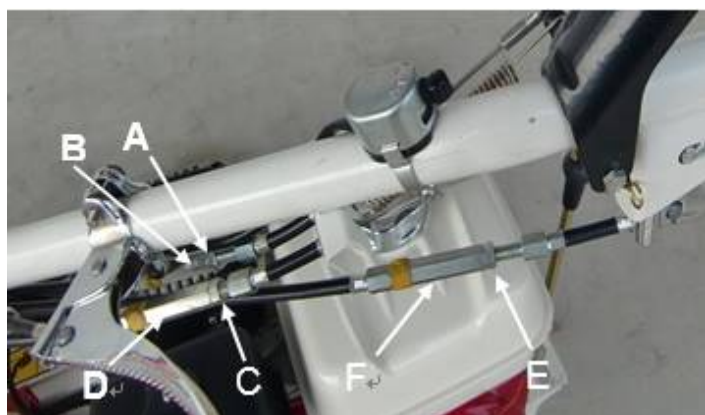

Figure 18
- Si la machine ne s'arrête pas lorsque le levier d'embrayage est relâché, réglez le câble de tension comme suit : dévissez la vis de blocage (A, Figure 18) et dévissez l'écrou (B, Figure 18). Essayez à nouveau la machine. Effectuez à nouveau le réglage si nécessaire. Une fois le réglage effectué, vissez la vis de blocage (A, Figure 18) sur l'écrou (B, Figure 18).
- Si la machine ne bouge pas lorsque vous activez le levier d'embrayage, réglez le câble de tension comme suit : dévissez la vis de blocage (C, Figure 18) et dévissez l'écrou (D, Figure 18). Essayez à nouveau la machine. Effectuez à nouveau le réglage si nécessaire. Une fois le réglage effectué, vissez la vis de blocage (C, Figure 18) sur l'écrou (D, Figure 18).
- Dévissez le contre-écrou (E, figures 18 et 19).
- Vissez ou dévissez les écrous (F, Figures 18,19).